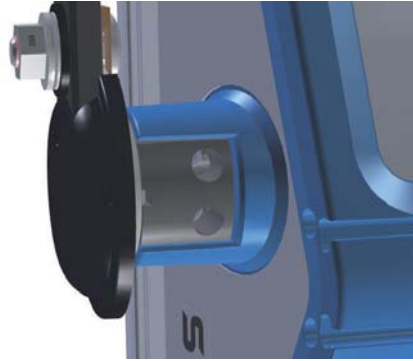

図 6: あぶみを固定する
- ・ あぶみの両サイドにコネクタを入れて、SkyPanel の両サイドに挿入（図 6 参照）
- ・ 製品の横にある二つのアレンスクリューを緩めて外す（4mm アレンキーを使用、図 6 参照）